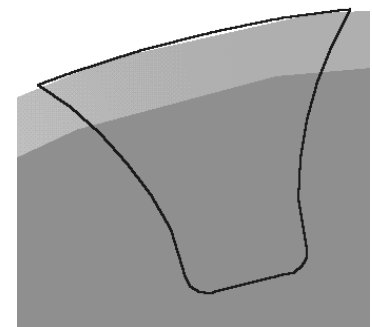

Рис.6
25. Вызовите команду **Скругление**  и выполните сопряжение линий профиля ножки с окружностью впадин радиусом равным $0.2 \cdot m$ (рис. 6).